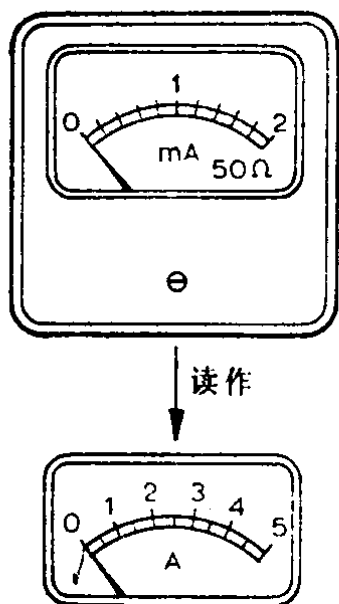

图 7.5.3 把毫安表的读数变为安培表的读数
1. 在图7.5.3中，如果要将电表变为满刻度偏转为5安的电表，试计算分流器的电阻值。